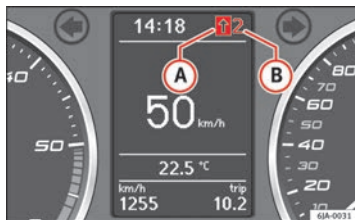

Fig. 32 Indicação de mudança recomendada
O ecrã do painel geral de instrumentos mostra uma indicação da mudança engrenada (A) ⇒ Fig. 32.